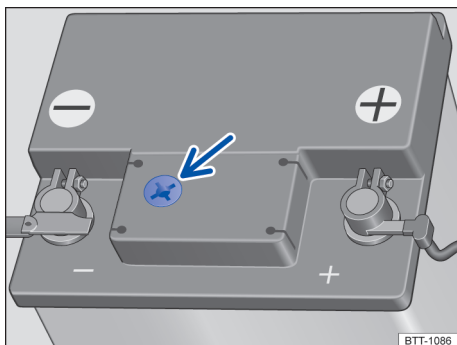

Fig. 179 Representação esquemática: visor no lado superior da bateria do veículo.
A bateria do veículo 12 V não requer manutenção. Se houver um visor de inspeção da bateria no lado de cima da bateria → **Fig. 179**, é possível verificar o nível de eletrólito da bateria.
- Providenciar iluminação suficiente, para poder reconhecer nitidamente o indicador de cores no visor circular na parte de cima da bateria do veículo 12 V → **Fig. 179** (seta). Jamais utilizar chamas expostas ou objetos incandescentes como iluminação.